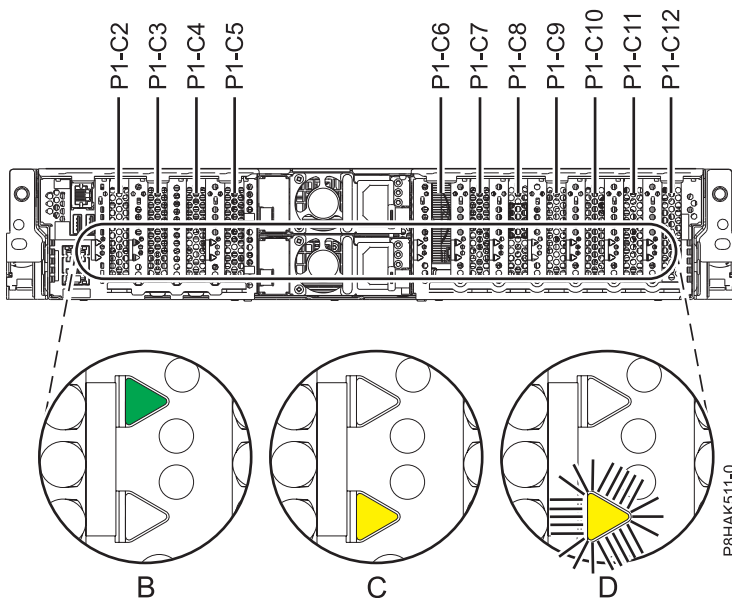

Figura 24. Ubicación de la ranura del adaptador PCIe y de los LED en el sistema 5148-21L, 5148-22L, 8247-21L, 8247-22L, 8284-21A o 8284-22A
- Si está prestando servicio técnico para un adaptador PCIe anómalo, busque el LED ámbar parpadeante del adaptador PCIe anómalo para identificarlo. Consulte la Figura 24 que muestra el estado de los indicadores LED. Tenga en cuenta que el LED ámbar del adaptador PCIe anómalo está **parpadeando**, como se muestra en **(D)** en la Figura 24.
- Atención:** Si el adaptador PCIe está funcionando correctamente, el LED de actividad está **encendido** (verde) y el LED de error ámbar está **apagado**, como se muestra en **(B)** en la Figura 24. No intente extraer el adaptador PCIe en funcionamiento.